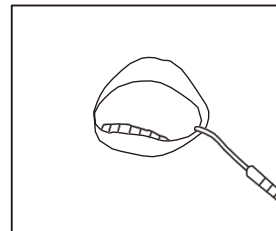

図34
- 4) リップクリップを患者の唇に装着します。あるいは、患者がリップクリップを手にしっかりと握ってもかまいません。（図34）